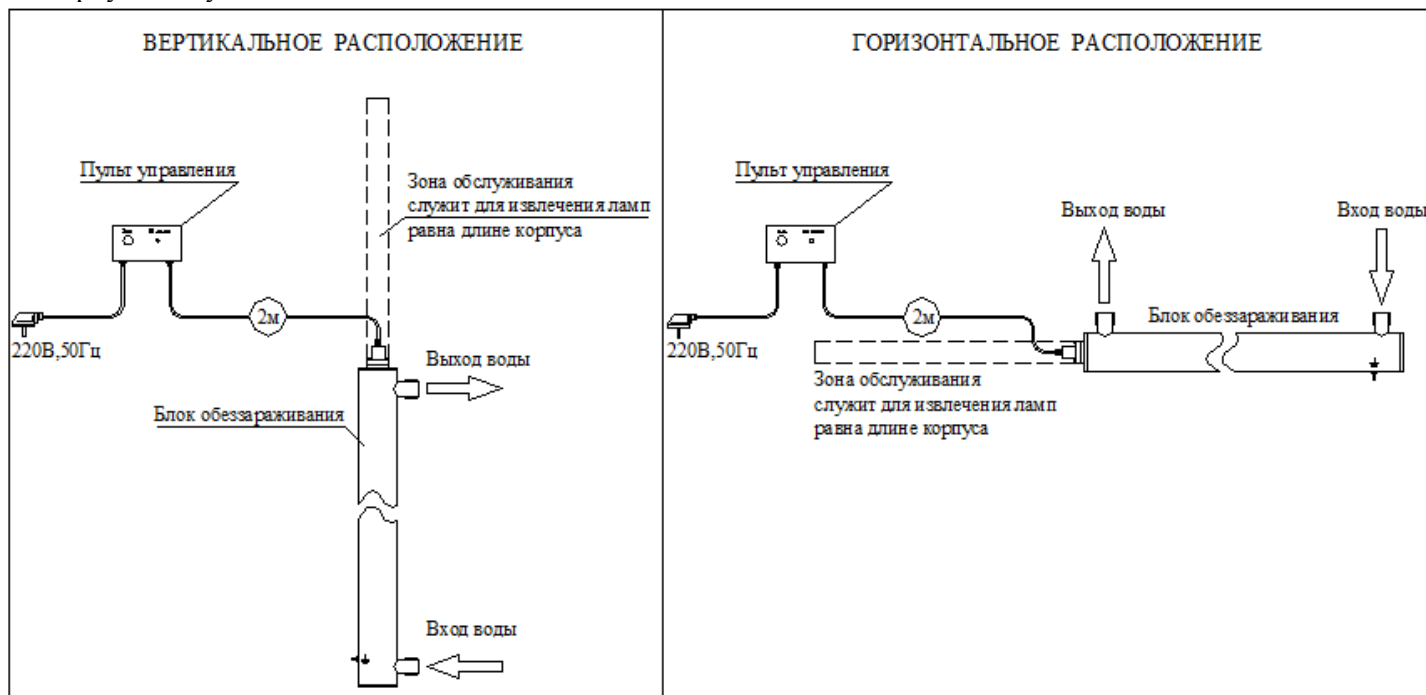

Рис. 1 Общий вид установки типа «ОДВ» расположение установки
4.1. Установка состоит из: блока обеззараживания и пульта управления. Исходная вода подается через входной патрубок (стрелка подачи воды на Рис.1), обеззараженная вода выходит через выходной патрубок. На корпусе УФ установки имеется болт заземления.
4.3. Вид шкафа управления показан на рис.1. На двери ПУ размещены:
- 6.1. Закрепите БО в вертикальном или горизонтальном положении Рис.1. Рядом с БО разместите ПУ. Подвесьте в удобном для наблюдения месте пульт управления. Свободное пространство (не менее длины установки) перед БО необходимо для выема кварцевых колб при ремонте установки.